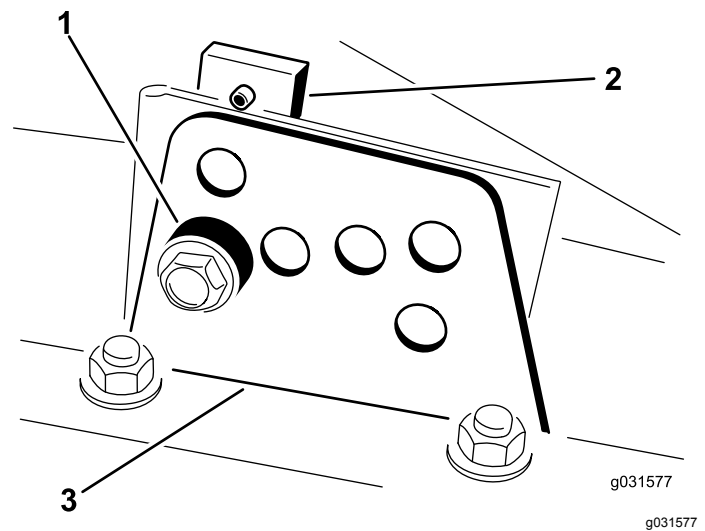

Figura 12
2. Afloje el perno que sujeta cada soporte de altura de corte a la pletina de altura de corte (delante y en cada lado), según se muestra en la Figura 12.
4. Sostenga la cámara y retire el espaciador (Figura 12).